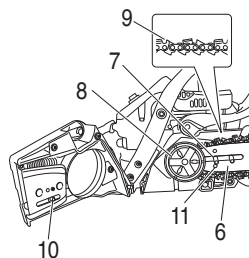
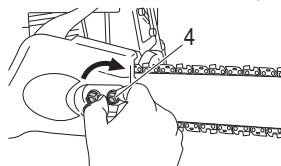

Fig. 5
Fig. 6
3. Installez le guide de chaîne (6) sur les boulons (7), puis poussez-le au maximum vers le pignon (8). (Fig. 5)
4. Vérifiez si la direction de la chaîne est correcte (9) comme indiqué sur la figure et alignez la chaîne sur le pignon (8). (Fig. 5)
6. Installez le capot latéral (3) sur les boulons (7). Assurez-vous que le moyeu du boulon de réglage de tension de chaîne (10) s'adapte correctement dans le trou dans le trou du guide de chaîne (11). (Fig. 5) Puis serrez les écrous de serrage (4) à la main pour permettre au côté guide-chaîne de bouger facilement vers le haut et le bas. (Fig. 6)